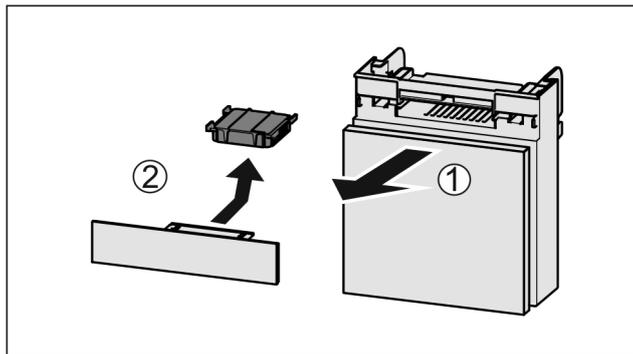

Fig. 113
- ▶ Издърпайте Fig. 113 (1) напред от отделениято.
- ▶ Извадете Fig. 113 (2) филтъра с активен въглен.